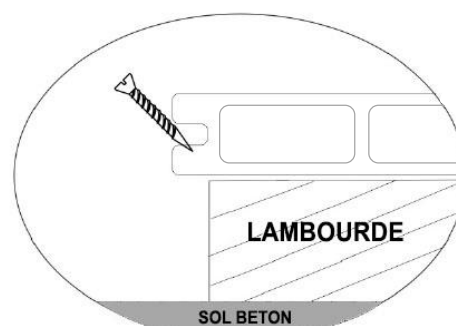
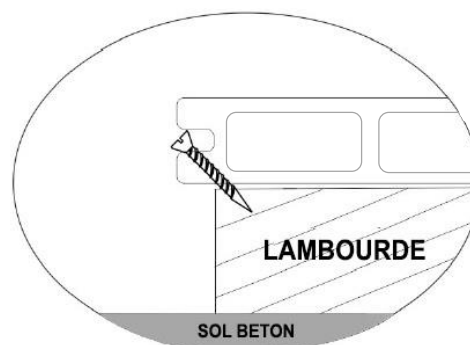

Figure 4
Figure 5
3. Placer une vis dans le trou comme indique sur les schémas Figure 4 et Figure 5.
1. Faire glisser les Clips de Fixation et Clips de Blocage dans les rainures de lames de manière à avoir les vis orientées vers le haut (Voir Figure 4).
2. Une fois tous les clips placés, glisser la lame suivante dans les clips. (Voir Figure 5).